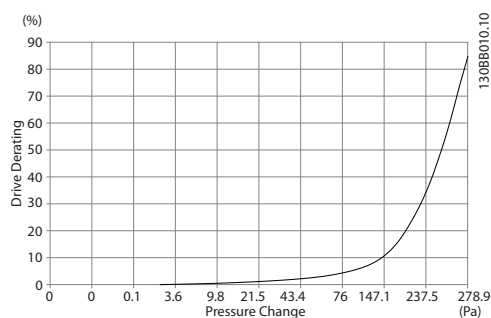
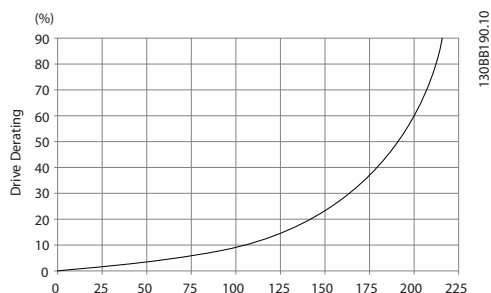

图 3.31 E 机箱的降容与 压力变化的关系（小风扇），
图 3.33 F1、F2、F3、F4 机箱的降容与 降容
- 如果在变频器的排气路径上添加了外部风道，则会形成附加的背压，从而降低变频器的冷却能力。为了适应这种较低的冷却能力，变频器将降容。首先计算出压降，然后参考图 3.31 至图 3.33。
- 如果在变频器的排气路径上添加了外部风道，则会形成附加的背压，从而降低变频器的冷却能力。为了适应这种较低的冷却能力，变频器将降容。计算压降，然后参考图 3.31 至图 3.33。